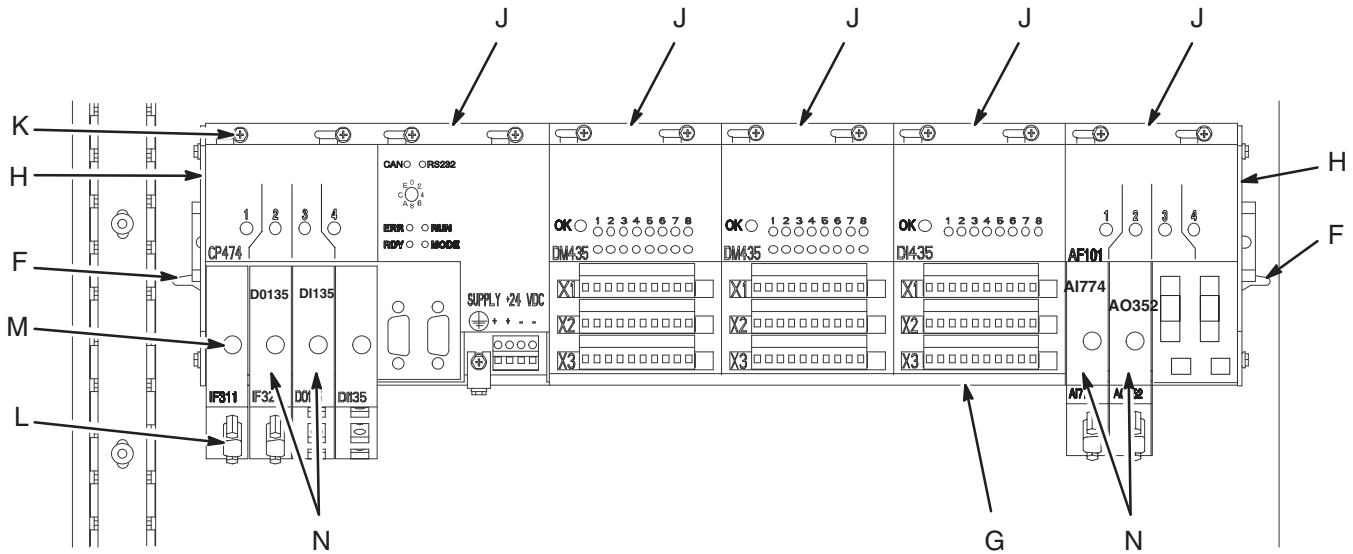

Fig. 11.9
4. Abra el cierre (F) de la placa de montaje de los módulos del controlador (G). Vea la Fig. 11.9.
5. Inclíne hacia abajo la placa del controlador para desenroscar la placa final (H) que esté más próxima al módulo que vaya a ser reemplazado.
7. Saque los tornillos (K) de los módulos (J) situados entre la placa final que ha retirado y el módulo que esté siendo reemplazado.
10. Instale la placa final (H) para apretar los módulos, juntándolos. Después sujételos con los tornillos (K).
Vea la Fig. 11.9.